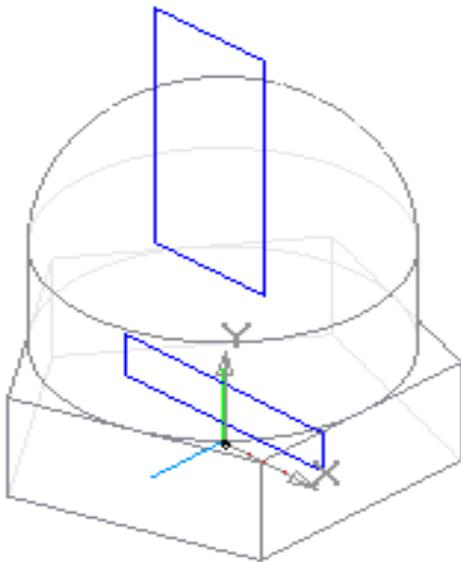

Рис. 5.37
10. Формирование вырезов также начинаем с эскизов, для которых конструктивной плоскостью будет координатная плоскость **XУ**. В ней изображаем два прямоугольника (рис. 5.37).